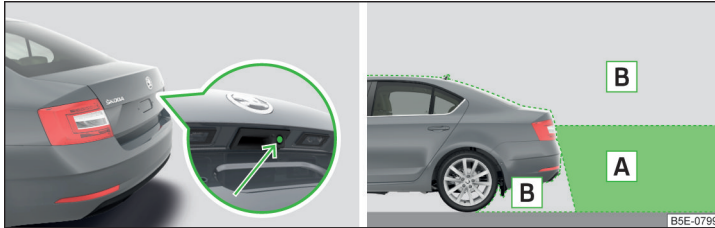

Abb. 262 Verbaort der Kamera / Abgetasteter Bereich hinter dem Fahrzeug
Die Kamera für die Erfassung des Bereichs hinter dem Fahrzeug befindet sich im Griff der Gepäckraumklappe » Abb. 262.
**Bereich hinter dem Fahrzeug** » Abb. 262